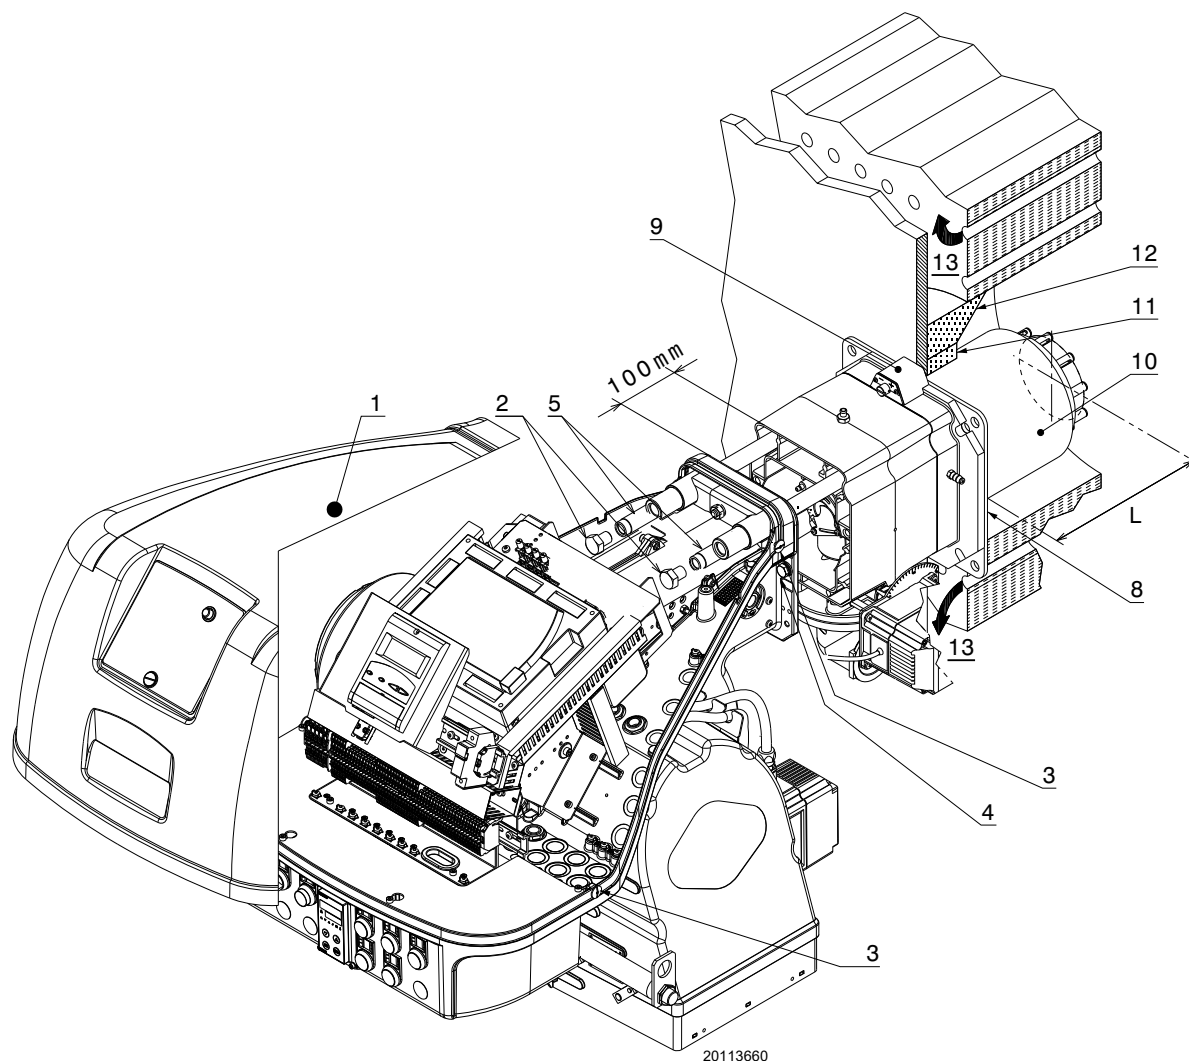

Fig. 16
Per le caldaie con giro dei fumi anteriore 13)(Fig. 16), o con camera ad inversione di fiamma, eseguire una protezione in materiale refrattario 11), tra refrattario caldaia 12) e boccaglio 10).
Separare la testa di combustione dal resto del bruciatore, come in Fig. 16; procedere come segue:
- rimontare il bruciatore sulle guide 3) a circa 100 mm dal manicotto 4) - bruciatore nella posizione illustrata in Fig. 16;